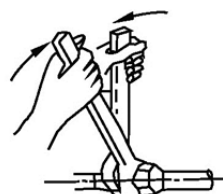

Abb. 9-2
- Setzen Sie die Verbindungsrohre an die passende Stelle, ziehen Sie die Muttern per Hand an und ziehen Sie sie anschließend mit zwei Schraubschlüsseln gleichzeitig fest. (Siehe Abb. 9-2)